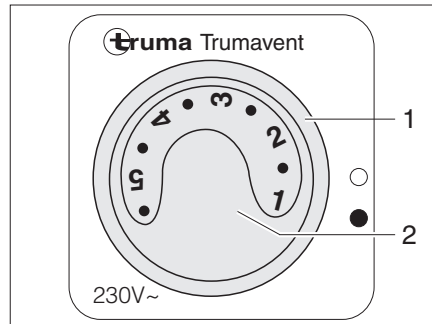

Bild 103 Bedienschalter für Umluftgebläse (230 V)
- Den Drehschalter (Bild 103,1) auf "●" stellen.
- Mit dem Drehknopf (Bild 103,2) die gewünschte Leistung des Umluftgebläses einstellen.
- Den Drehschalter (Bild 103,1) auf "○" stellen.